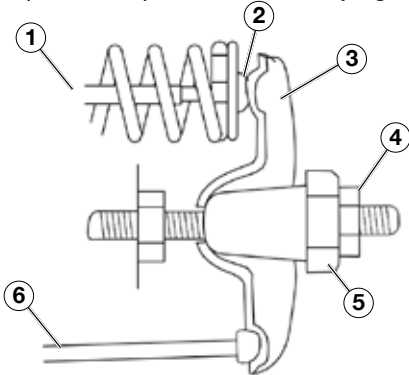

Figura 20
5. Inserte un palpador entre el brazo oscilante y el vástago de la válvula y verifique si hay espacio (vea la Figura 20). Consulte la Tabla 2 para las especificaciones del juego de válvulas.